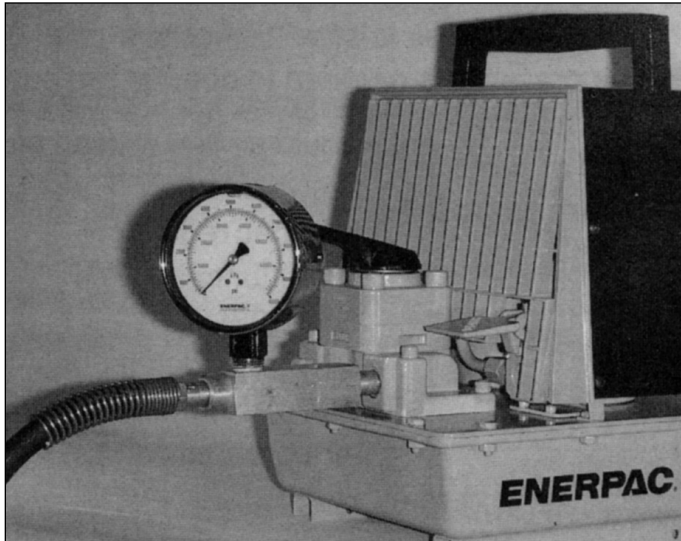

Figura 1 - Instalación del manómetro
1. Aplique sellante a las roscas del manómetro de presión, a la unión NPT de la manguera, y al adaptador del manómetro. Efectúe las conexiones tal cual se indica en la Figura 1.